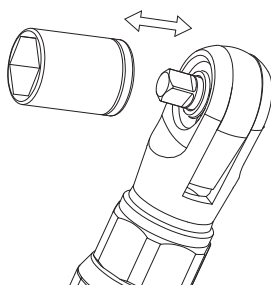

Fig. 3
1. Insérez une douille dans carré d'entraînement (voir Fig.3).
Respectez toujours la procédure ci-dessous pour retirer une douille. Retirez la douille de l'enclume du disque de sortie directement. (voir Fig. 3)